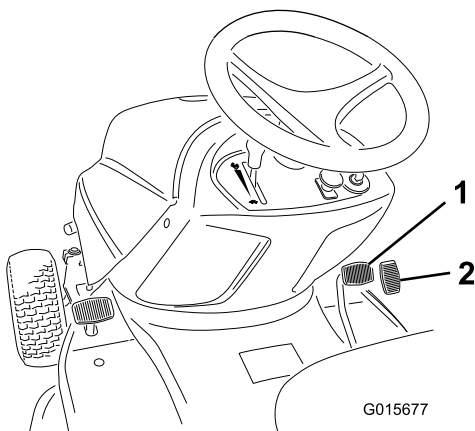

Figura 14
2. Coloque el pie en el pedal de control de tracción y pise lentamente el pedal para avanzar (Figura 14).
2. Coloque el pie en el pedal de marcha atrás y pise lentamente el pedal para desplazarse hacia atrás (Figura 14).